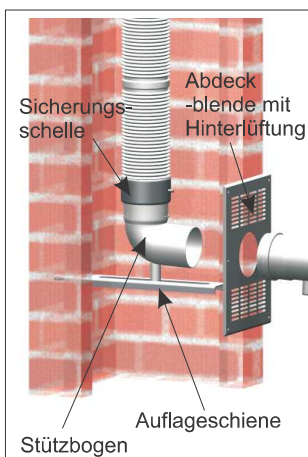

Bild 5
1. Öffnen Sie an der Anschlussstelle des Gerätes die Schornsteinwange und montieren Sie den Stützbogen möglichst zentrisch im Schacht (Bild 5).
5. Ziehen Sie das flexible Rohr wieder nach unten und führen es mit Sicherungsschelle in die Rohrmuffe des unteren Bauteiles ein. Spannen Sie die Sicherungsschelle (Bild 5).